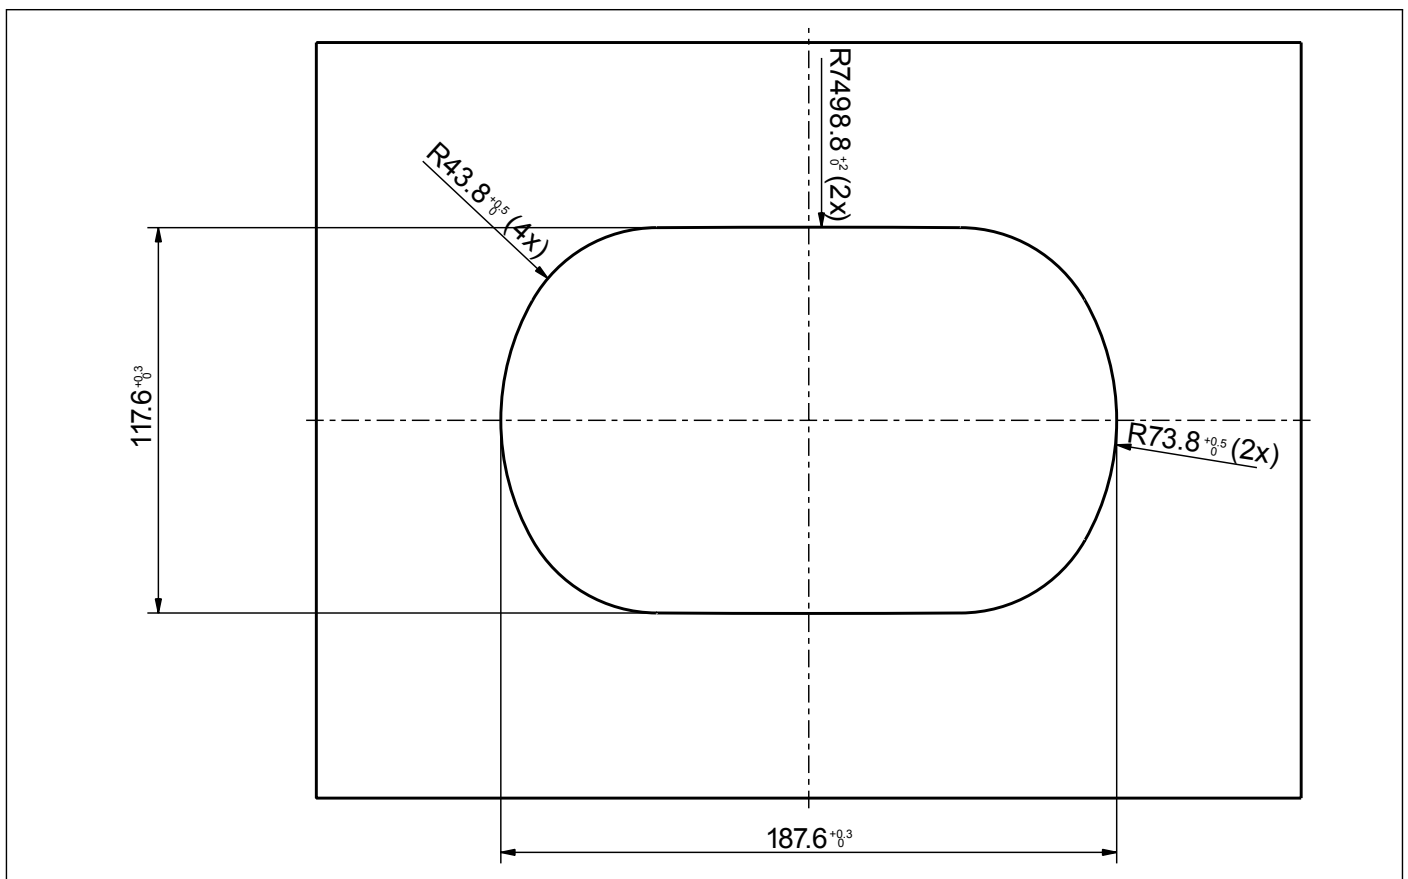

рисунок 14.15: Шаблон (см. поставленный с системой CD-ROM с файлом \*.dwg)
- используйте шаблон (см. рисунок 14.15).